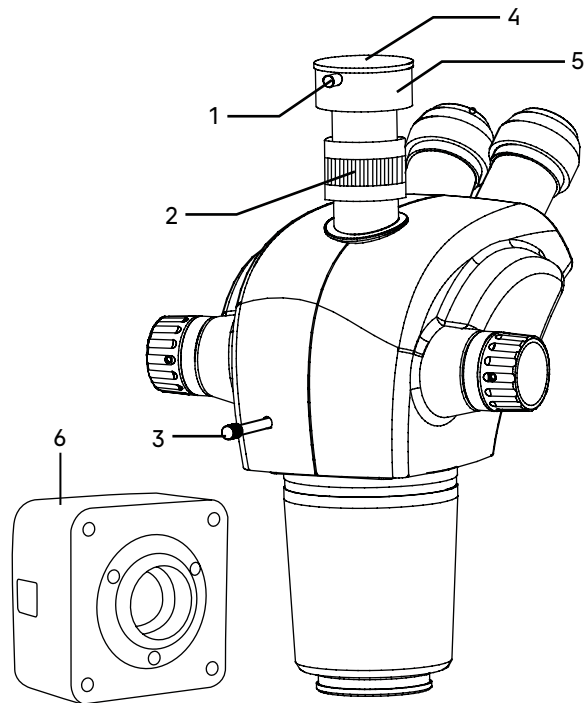

Рис. 4. Установка камеры
- Подвигайте образец и проверьте, переместилось ли изображение образца на мониторе или экране дисплея в том же направлении, что и перемещался образец. Если изображение сдвигается в другом направлении, необходимо отрегулировать положение камеры. Ослабьте крепящий винт 1 (рис. 4), разверните камеру, так, чтобы сделать отображаемое направление изображения в линию вдоль с направлением движения предметного столика, затем закрепите винт.